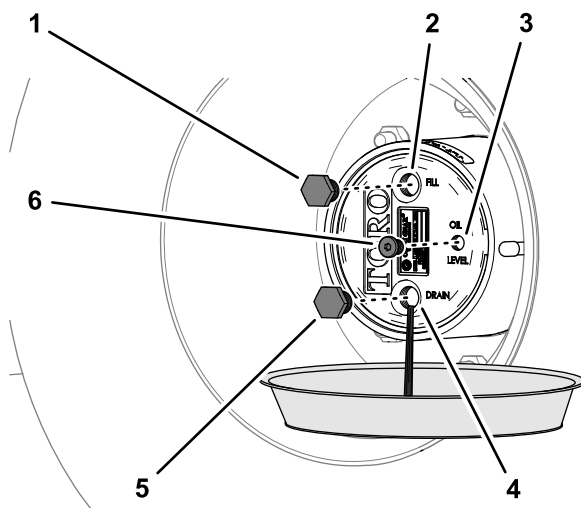

図 94
2. プラネタリギアドライブのハブの下にオイル回収容器を置き、ドレンプラグ、補給プラグ、点検プラグを外してオイルが抜けるのを待つ 図 94。